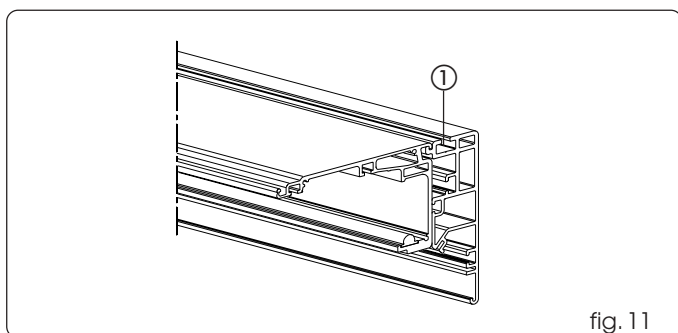

fig. 11
Suivant la longueur de la poutre, des fixations intermédiaires peuvent être nécessaires lorsqu'on utilise le rail indiqué dans la fig. 11 réf. ①.